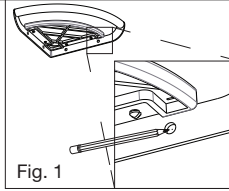

Fig. 1
4. Marque los (4) agujeros de fijación del soporte del soporte del estante a la pared. Si instala sobre baldosa cerámica, coloque cinta adhesiva de papel sobre las áreas de montaje antes de marcar la ubicación del agujero. (Fig. 1)